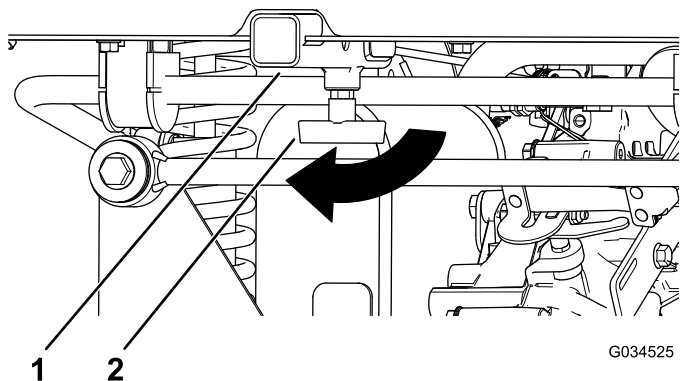

图 18
1. 顺时针旋转“T”形手柄松开手柄图 18。
2. 将配件插入接收器直至孔对齐图 18。